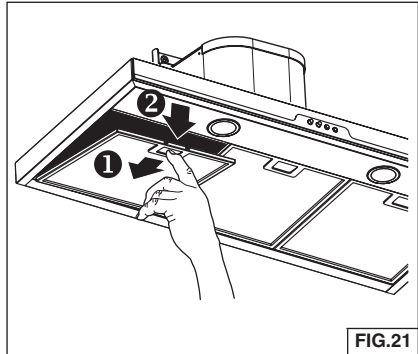

FIG.21
1. Para retirar el filtro de GRASAS, presione la lengüeta del pestillo para desprender el filtro de la campana. Incline el filtro hacia abajo y retírelo. Fig. 21.
2. Para instalar el filtro de GRASAS, alinee las lengüetas posteriores del filtro con las ranuras de la campana. Presione la lengüeta del pestillo, coloque el filtro en su posición y libérela. Asegúrese de que el filtro quede bien conectado después de la instalación. Fig. 21.